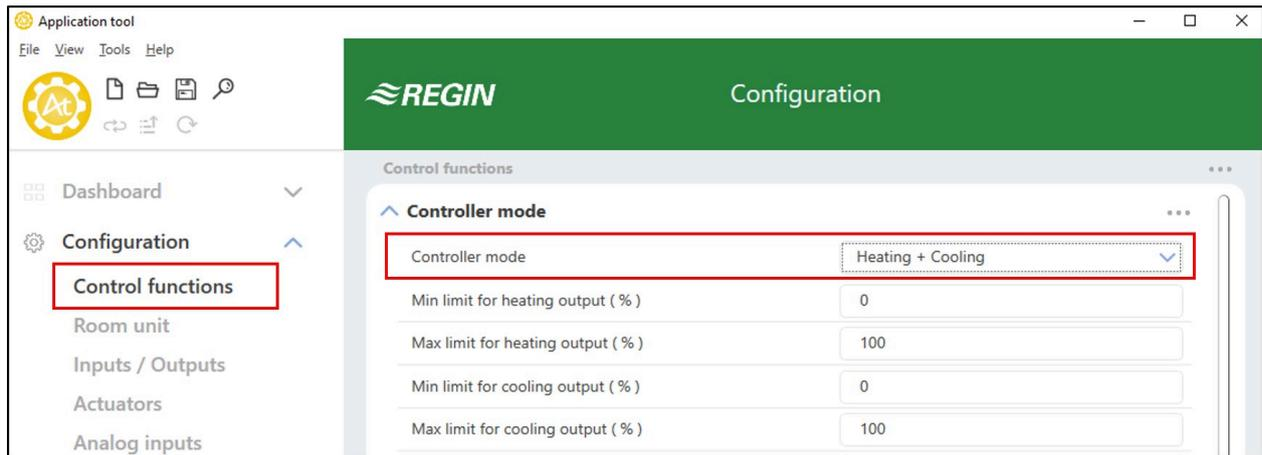

Bild 3-1 Auswahl des Reglermodus im Application Tool
*Bild 3-1* zeigt das Auswahlmenü im Application Tool, mit dem der Reglermodus gewählt wird.